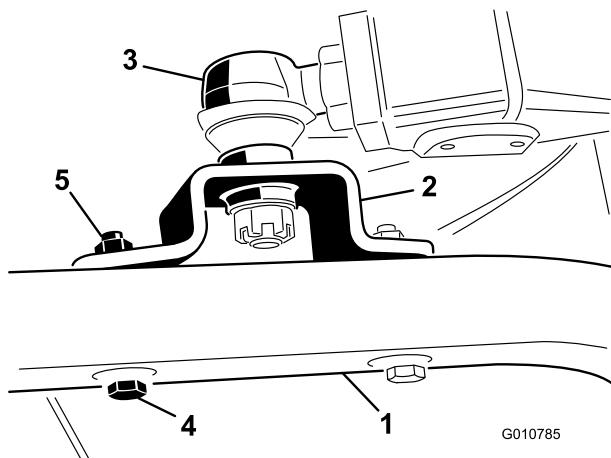

図 6
4. ボールジョイントのマウントを、各キャスタアームに固定する；キャップスクリュ（7/16 x 3 インチ）2本とフランジナット（7/16 インチ）を使用する（図 6）。
5. ボールジョイントを昇降アームに固定している大きいジャムナットを締め付ける(図 6)。